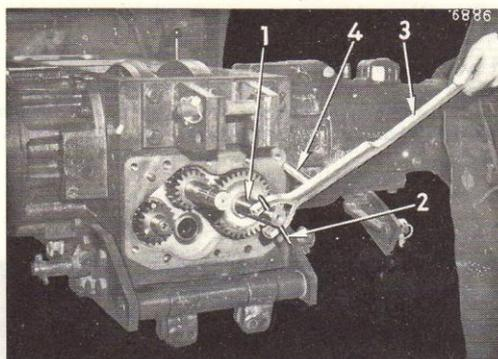
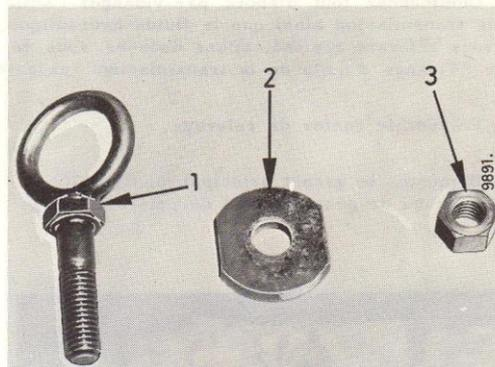

Fig. 177
Fig. 179
Introduisez une cheville (2, fig. 177) de la dimension appropriée au trou de l'arbre (1) de prise de force, puis à l'aide d'un outil spécial (3) sortez l'arbre (1) de son roulement en appuyant l'axe-pivot (4) sur le bâti arrière.
Introduisez l'outil (2) et démontez le roulement (1). Pour plus de facilité, engagez une barre, ou la cheville (2)(Fig. 177) de l'outil spécial (3), dans l'anneau (1)(Fig. 179) de l'arrache-roulement.
La figure 179 montre le détail des pièces composant l'arrache-roulement.